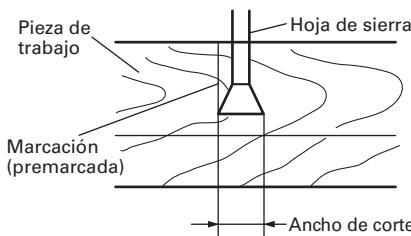

Fig. 18
- (1) Encienda el marcador láser y efectúe una ranura de aproximadamente  $3/16"$  (5mm) de profundidad en una pieza de trabajo de unos  $1\frac{1}{2}"$  (38mm) de alto y  $3\frac{1}{2}"$  (89mm) de ancho. Sostenga la pieza de trabajo ranurada mediante el tornillo de carpintero tal como está, y no la mueva. (Fig. 18)